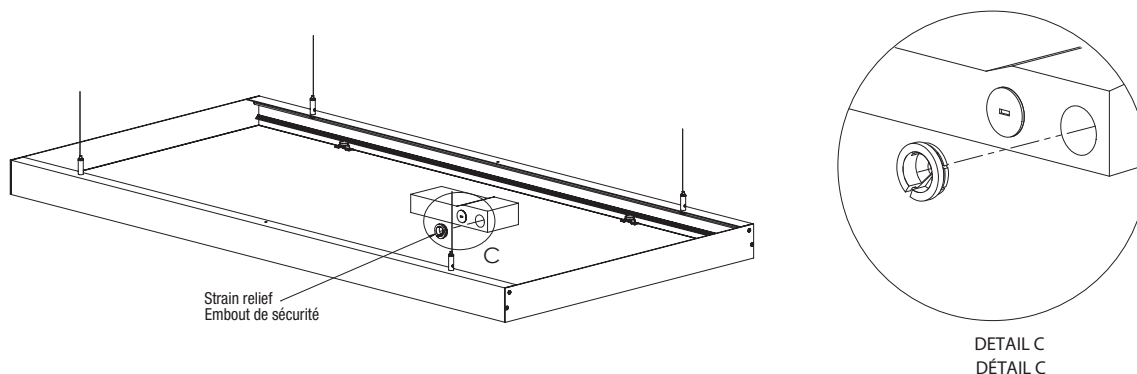

Fig. 3
8. With a screwdriver remove one knockout from the junction box and place the strain relief. Pass the power cable inside the junction box and fix it with the strain relief (Fig. 3, detail C).
8. Enlever une entrée défonçable de la boîte de jonction en utilisant un tournevis et placer un embout de sécurité. Passer le câble d'alimentation à l'intérieur de la boîte de jonction et fixez-le avec l'embout de sécurité comme montré dans la Fig. 3, détail C.